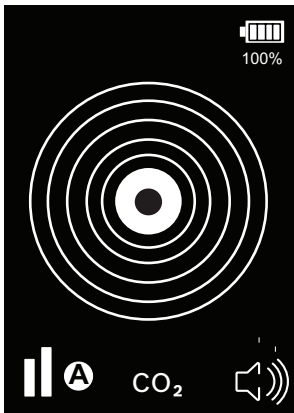

Abb. 10: Alarmanzeige (im Automatikmodus – Audio EIN)
- ⇒ Wird eine erhöhte Konzentration an Kältemittel (CO₂) festgestellt, erhöhen sich das Tempo des Alarms und die Tonhöhe, und das Display zeigt eine zunehmende Anzahl konzentrischer Ringe an, je höher die Kältemittelkonzentration ist (siehe Abb. 10).
Wenn ein Leck festgestellt wird, wird eine Reihe konzentrischer Ringe angezeigt. Die Anzahl der Ringe nimmt in Abhängigkeit von der Konzentration der nachgewiesenen Verbindung kontinuierlich zu oder ab (Abb. 10).